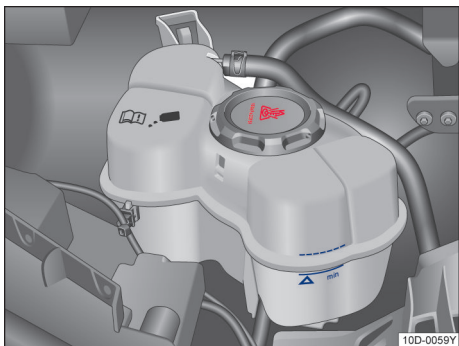

图 137 冷却液补偿容器上的液位标记
- 电驱动装置处于冷态时检查冷却液液位是否在补偿容器侧面的标记范围内。→ 图 137
1. 在电驱动装置处于冷态时通过电驱动装置冷却液补偿罐的侧面标记检查电驱动装置冷却液液位→ 图 137。电驱动装置冷却液液位必须在标记区域内。